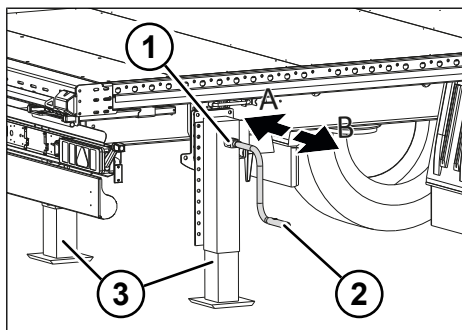

Рис. 5-6: Движение с нагрузкой и быстрый ход задней опоры
- ▶ Включите быстрый ход, вытянув кривошипную рукоятку (см. "Рис. 5-6: Движение с нагрузкой и быстрый ход задней опоры", стр. 28).
- ▶ Включите движение с нагрузкой, вдавив кривошипную рукоятку (см. "Рис. 5-6: Движение с нагрузкой и быстрый ход задней опоры", стр. 28).
- ▶ Установите движение с нагрузкой, вдавив кривошипную рукоятку (см. "Рис. 5-6: Движение с нагрузкой и быстрый ход задней опоры", стр. 28).
- ▶ Установите быстрый ход, вытянув кривошипную рукоятку (см. "Рис. 5-6: Движение с нагрузкой и быстрый ход задней опоры", стр. 28).